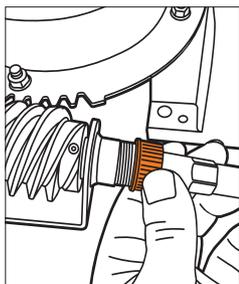

Рис. 11
- Вставьте гибкий вал ось в шестерню привода желоба и зафиксируйте соединительной гайкой (Рис. 11).